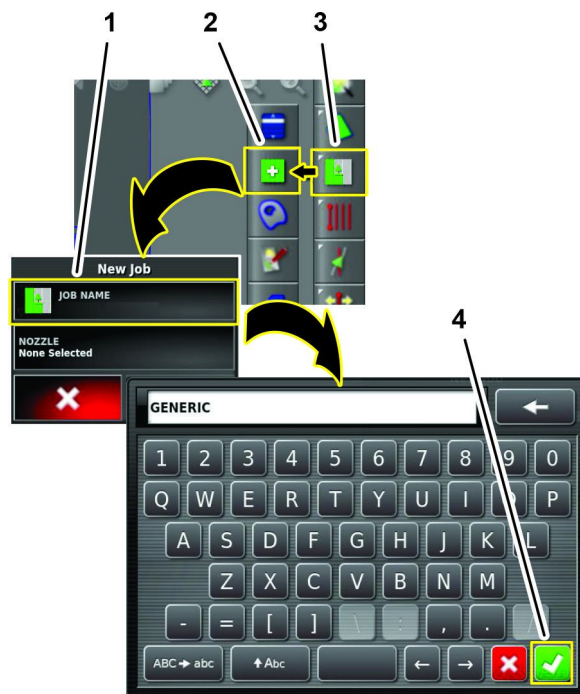

Figura 195
2. Utilice el teclado en pantalla para escribir un nombre para el trabajo genérico, y pulse el icono Confirmar (Figura 195).
1. Pulse el menú Trabajos y pulse el icono CREAR NUEVO TRABAJO (Figura 195).